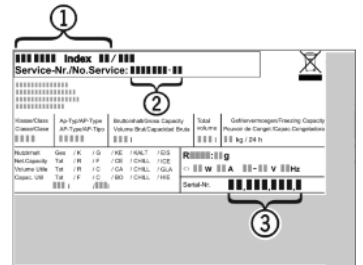

Fig. 12
- ▶ Прочетете от идентификационната табелка описанието на уреда *Fig. 12 (1)*, сервисния № *Fig. 12 (2)* и серийния № *Fig. 12 (3)*. Идентификационната табелка се намира на лявата вътрешна стена на уреда.
- ▶ Обадете се на сервисната служба и посочете неизправността, описанието на уреда *Fig. 12 (1)*, сервисния № *Fig. 12 (2)* и серийния № *Fig. 12 (3)*.